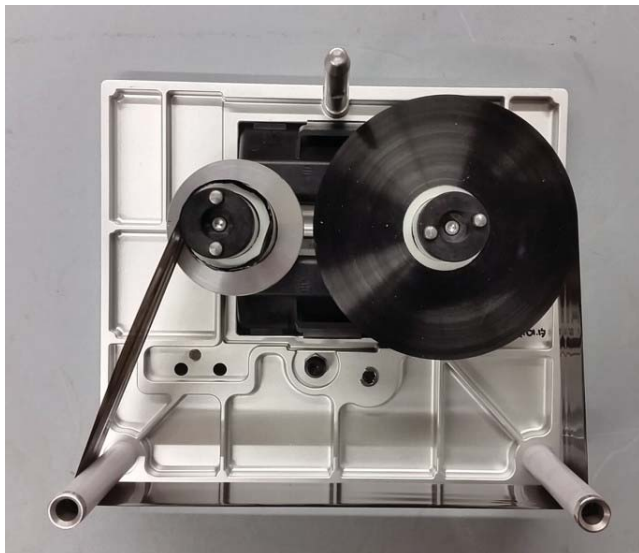

Рис. 4-13: Место прохождения ленты ленточной бобины
6. Поверните пустую бобину рукой, чтобы выбрать слабинку ленты. Прекратите поворачивать пустую бобину, когда начнет поворачиваться полная бобина (Рисунок 4-13).